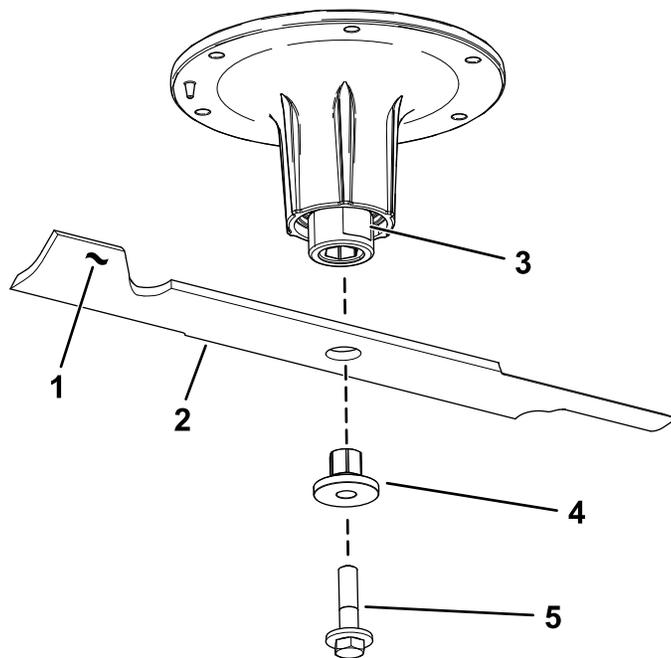

Figure 3
2. Retirez le boulon, la douille et la lame de l'axe de pivot (Figure 3).